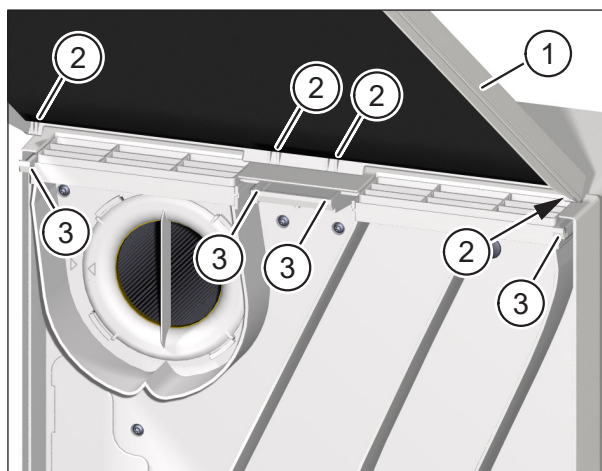

Fig. 20: Montarea capacului aparatului de ventilație
- ▶ Țineți capacul aparatului de ventilație (elementul 1 din Fig. 20) cu ambele mâini și înclinați marginea superioară a capacului înspre aparatul de ventilație.
- ▶ Introduceți clemele (elementul 2 în Fig. 20) capacului aparatului în fantele de fixare (elementul 3 în Fig. 20) în partea superioară a aparatului de ventilație.